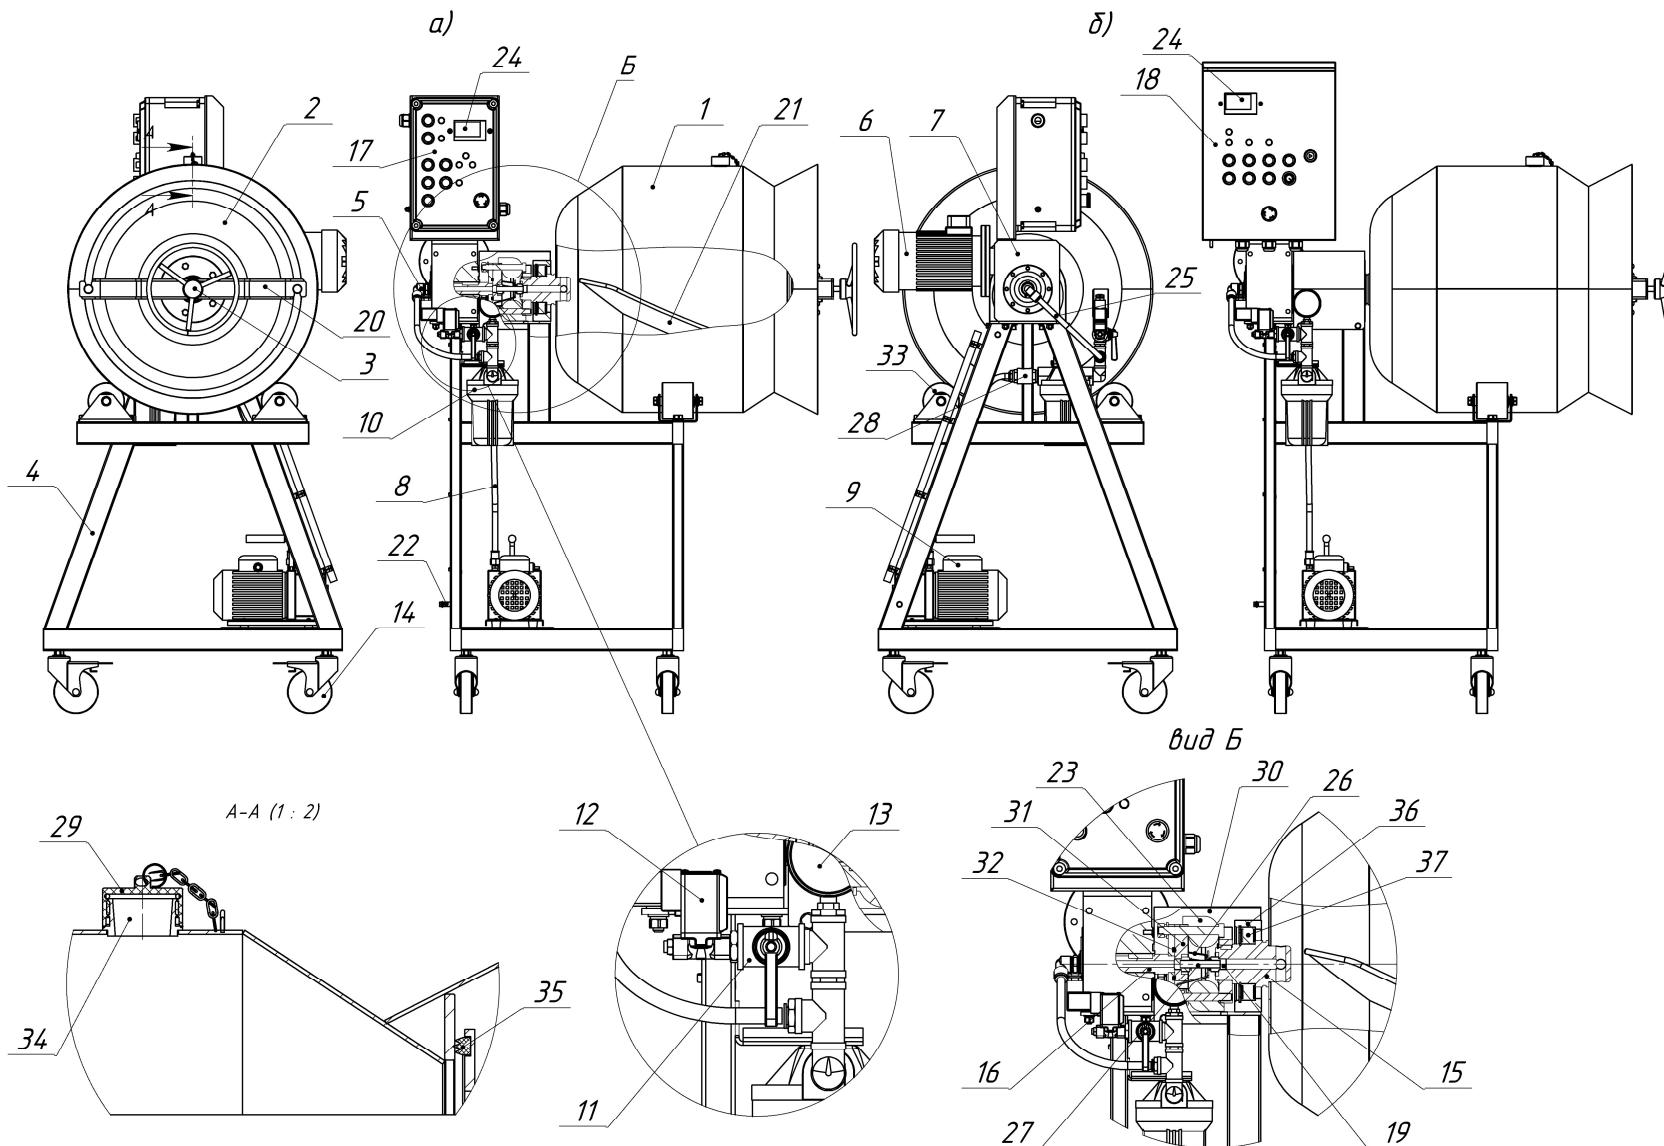

Рисунок 1. Массажер вакуумный: а) ИПКС-107-100(Н); б) ИПКС-107-100Ч(Н).
5.19 **На время работы массажера необходимо дополнительно устанавливать защитное ограждение с лицевой стороны массажера и со стороны крышки 2 (рисунок 1, 2).**
На массажерах марки ИПКС-107-100Ч(Н), ИПКС-107-200Ч(Н) предусмотрено регулирование скорости вращения бункера, для чего на панели блока управления 18 (рисунок 1, 2) повернуть регулятор «СКОРОСТЬ» в сторону «МИНИМУМ» или «МАКСИМУМ», задавая наиболее предпочтительную скорость массажирования.
7.11 Во время работы массажера необходимо следить за величиной остаточного давления по вакуумметру 13 (рисунок 1, 2).